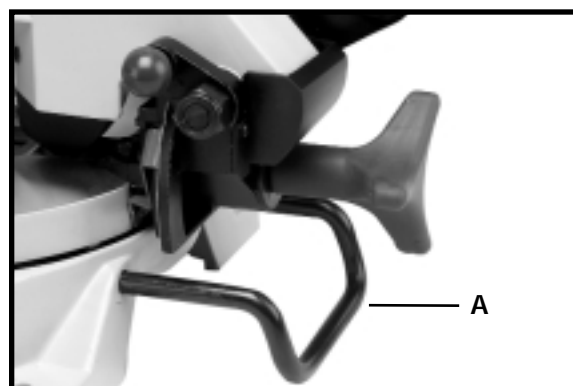

Fig. 20
Une barre de soutien arrière (A) fig. 20, est fournie pour empêcher la machine de culbuter vers l'arrière lorsque la tête de coupe est relevée après une coupe. Pour un soutien maximum, la barre (A) doit être tirée aussi loin que possible avant de réaliser une coupe.